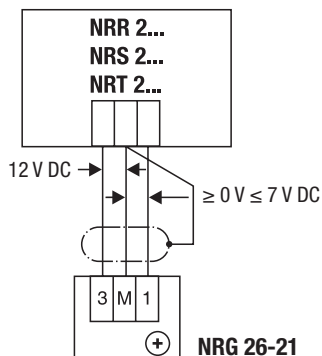

Fig. 10
1. Prüfen Sie, ob das System NRG 26-21 gemäß dem Anschlussplan verdrahtet ist. **Fig. 10**